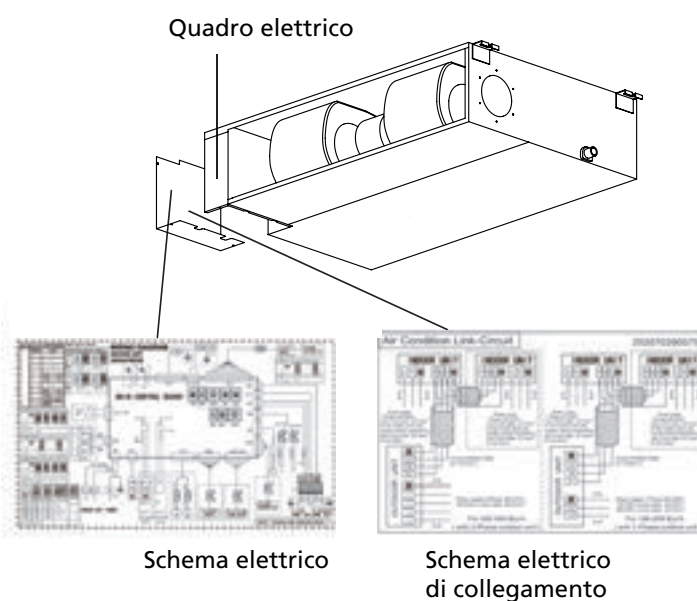

**Fig. 8.1**
2. Rimuovere il coperchio del quadro elettrico dell'Unità Esterna. Se non è presente una copertura sull'Unità Esterna, togliere i bulloni dal pannello di manutenzione e rimuovere il pannello protettivo (Ved. Fig. 8.1).